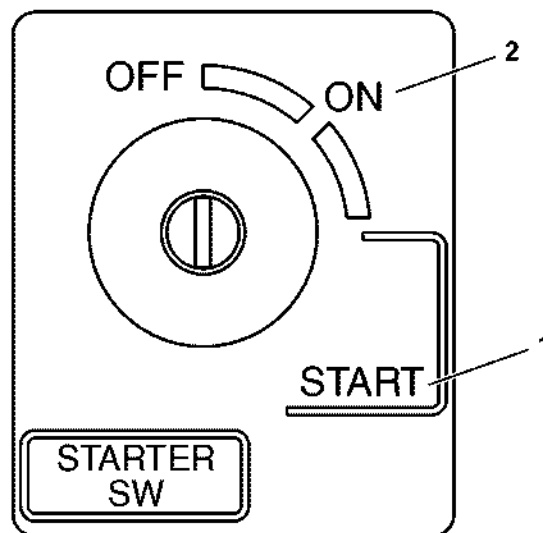

Рис. 57
6. Поверните ключ зажигания по часовой стрелке в положение START (ПУСК) (Рис. 57, (1)). Отпустите ключ, как только двигатель заведется. Ключ вернется в положение ON (ВКЛ.) (Рис. 57, (2)).